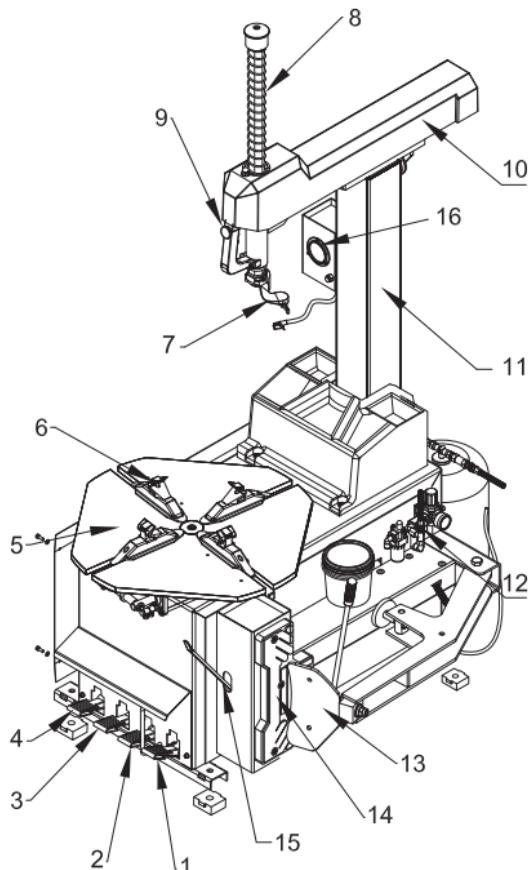

Рисунок 2 – Общий вид шиномонтажного стенда
- Нажмите педаль вращения стола (3, рис. 2). Монтажный стол должен вращаться по часовой стрелке. Поднимите педаль. Стол должен вращаться против часовой стрелки.
- Нажмите педаль отжима покрышки (1, рис. 2) до срабатывания лопаты отжима. При отпускании педали она должна вернуться в исходное положение.
- Нажмите педаль зажима кулаков (2, рис. 2) для разведения кулаков. При повторном нажатии на педаль кулачки сходятся.
- Нажмите на спусковой крючок на пистолете накачки для выпуска воздуха из наконечника (16, рис. 2).
2. Установите колесо на монтажный стол (4, рис. 2).
- Поместите четыре кулачка (6, рис. 2) в положение, отмеченное маркировкой на столике, выжимая до половины вниз педаль зажима (2, рис. 2).
4. Опустите штангу (8, рис. 2), пока монтажная головка (7, рис. 2) не окажется рядом с ободом над колесом. При помощи блокировки зафиксируйте положение штанги.
6. Поднимите закраину покрышки на носик монтажной головки. Для этого вставьте монтажную лопатку между закраиной шины и носиком монтажной головки, затем приподнимите педаль вращения стола (3, рис. 2).
7. Удерживая монтажную лопатку (15, рис. 2) в нужном положении, вращайте стол по часовой стрелке, полностью выжав педаль вращения стола. Продолжайте, пока шина полностью не отделятся от обода.
3. Зафиксируйте обод колеса при помощи внутренних частей кулаков (6, рис. 2).
- Замечание.** Если вы работаете с ободами одного и того же размера, нет необходимости постоянно фиксировать и освобождать штангу. Вместо этого сдвиньте в сторону консоль (10, рис. 2) с зафиксированной штангой (8, рис. 2).
- Чтобы накачать шину, вставьте наконечник пистолета для накачки (16 рис. 2) в сосок шины при положении запирающего рычажка «UP» («вверх»). Убедитесь, что сопло плотно обхватывает сосок.